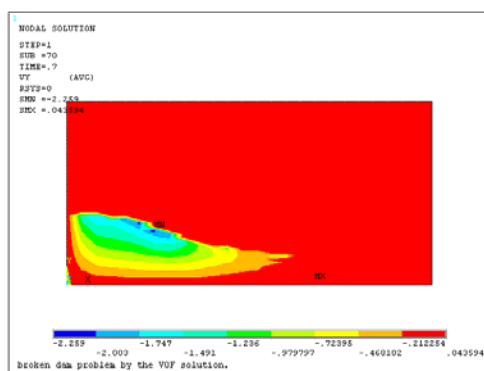

图 7-73 流体纵向速度场分布等值线图
⑥重复第②步操作。在“Item to be contoured”列表框中依次选择 DOF Solution→Y-Component of fluid velocity，单击“OK”按钮，ANSYS 窗口将显示如图 7-73 所示的流体纵向速度场分布等值线图。